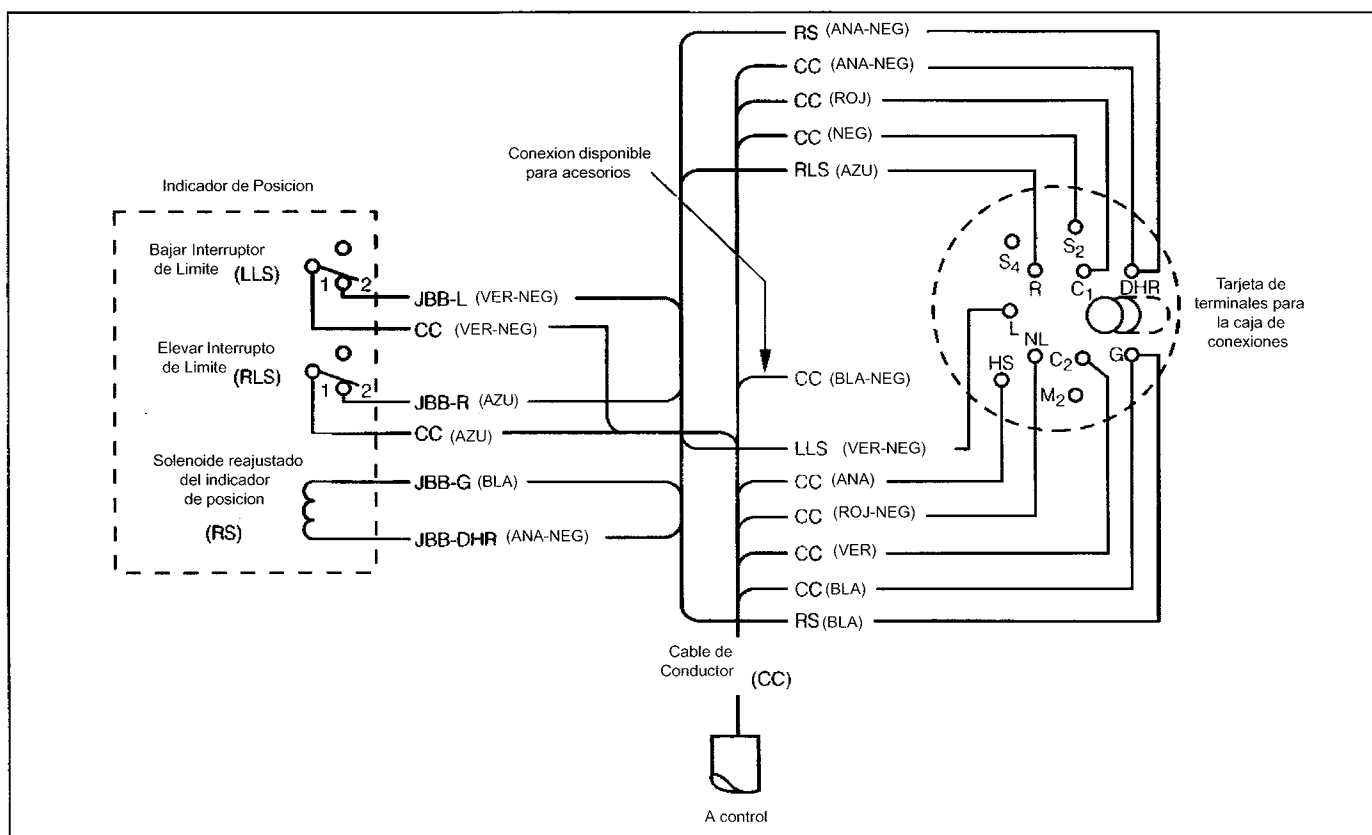

Figura 6-1
La caja de conexiones se compone de una tarjeta de terminales, el indicador de posición, y las interconexiones de la caja de control. Refiérase a la Figura 6-1, página 6-5, cuando se hagan los siguientes pasos:
10. Conecte los seis conductores a la tarjeta de terminales y conductores de cable del control por la Figura 6-1 y asegure todas las conexiones.